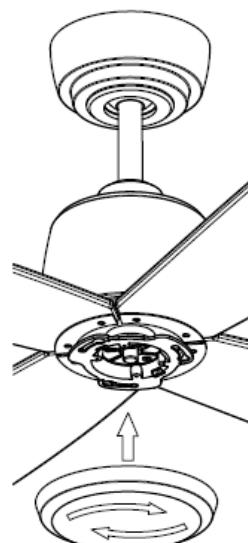

Abb. 9
- Befestigen Sie zum Abschluss die untere Abdeckung an der Motorwelle, indem Sie die Abdeckung im Uhrzeigersinn drehen. Abb. 9.